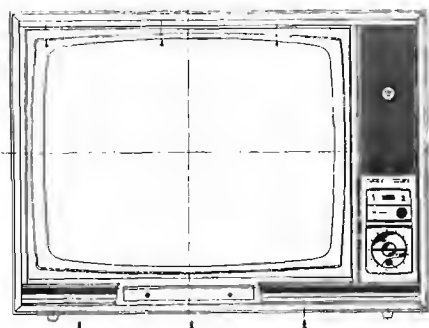

Fig. 1
1. - MODELLO WESTINGHOUSE 805T23 tr (fig. 1, 2 e 3)
Smontaggio del cristallo frontale: togliere le tre viti che fissano il profilato inferiore dopo di che è possibile accedere alla piastra che blocca il cristallo al mobile. Per montare il cristallo è consigliabile smontare il profilato superiore (fig. 1).